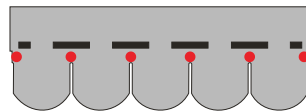

Fig. 6
- Pentru pante mai mari de 160% (60 grade) fixarea plăcilor de fața la 6 cuie pe placă conform Fig. 6